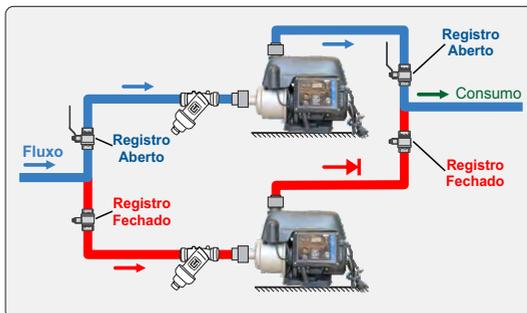

Figura 2
6.9 Recomenda-se a instalação de duas bombas em paralelo, uma em operação e a outra reserva nas instalações onde o fornecimento de água não possa ser interrompido (ver figura 2).